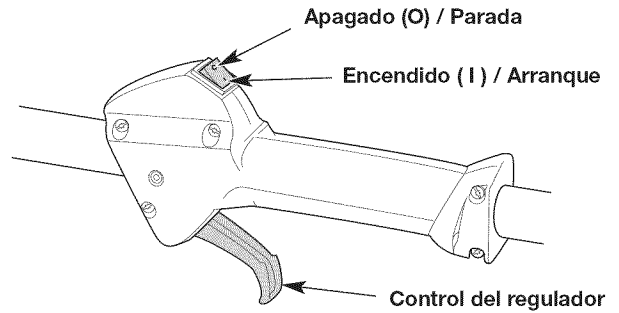

Fig. 3
NOTA: No hay necesidad de encender la unidad. El interruptor de Encendido/Apagado debe estar en la posición ENCENDIDO (1) en todo momento (Fig. 3).
6. Apriete el control del regulador (Fig. 3) y tire de la cuerda **5 veces** con movimiento regulado y firme (Fig. 5).
2. Oprima y no suelte el interruptor de control de Encendido y Apagado en la posición APAGADO (O) hasta que el motor se detenga por completo (Fig. 3).